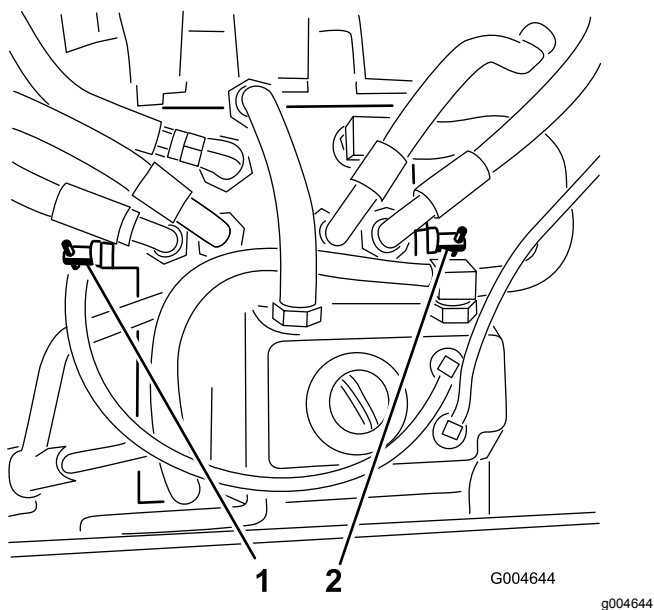

Figure 61
2. Localisez les vannes de dérivation (Figure 61) et tournez-les d'un tour dans le sens antihoraire.
4. Fermez les vannes en les tournant d'un tour dans le sens horaire (Figure 61).